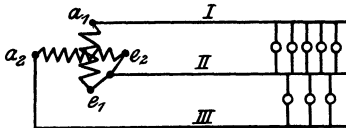

Abb. 156.
286. Ein zweiphasiger Wechselstrom wird durch drei Leitungen fortgeleitet (Abb. 156). Die beiden Außenleiter haben je 1Ω Widerstand, der gemeinsame Mittelleiter $0,8 \Omega$. In dem Außenleiter I fließt ein Strom von $10 [12] (8) \text{ A}$, in dem andern (III) ein Strom von $5 [7] (6) \text{ A}$. Gesucht wird: